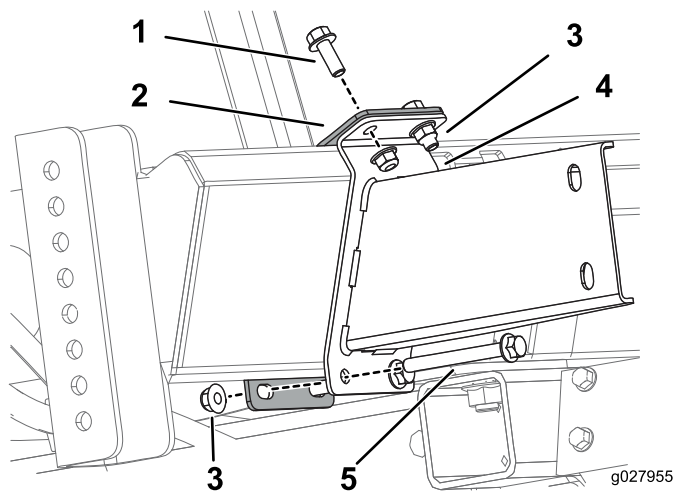

Figura 11
3. Monte o suporte inferior e suporte de apoio inferior na estrutura utilizando 2 parafusos ($\frac{3}{8}$ -16 pol.), 2 parafusos ($\frac{3}{8}$ -16 pol. x $3\frac{1}{2}$ pol.), e 4 porcas flangeadas ($\frac{3}{8}$ -16 pol.) como se mostra na Figura 11.